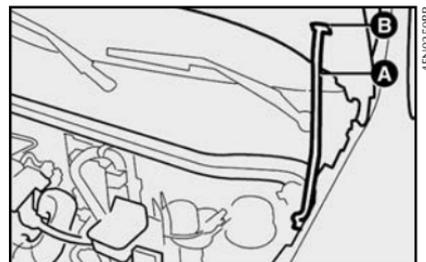

fig. 59
3) Levante el capó por la parte central y al mismo tiempo, suelte la varilla de fijación **A-fig. 59** de su dispositivo de bloqueo.
1) Manténgalo levantado con una mano y con la otra quite la varilla A-fig. 59 del alojamiento B y colóquela en su dispositivo de bloqueo.